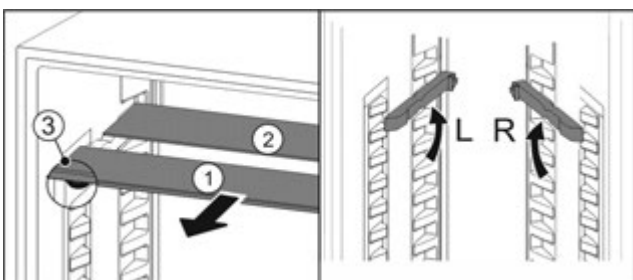

Fig. 99
- ▶ Посуньте Fig. 99 (1) скляну панель вперед.
- ▷ Скляна панель Fig. 99 (1) з декоративною планкою лежить спереду.
- ▷ Стопори Fig. 99 (3) показують вниз.